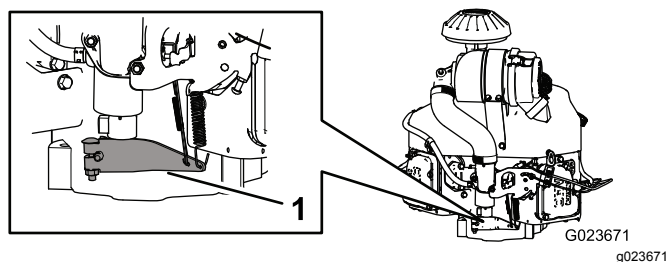

Figura 66
3. Empuje hacia abajo el extremo del muelle del brazo del regulador (Figura 66).